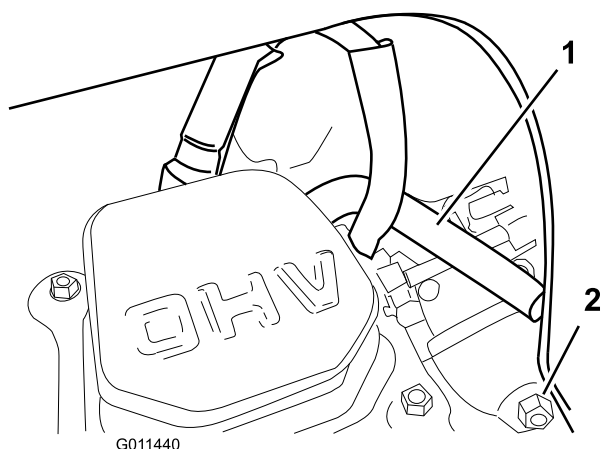

Bild 36
Hinweis: Stellen Sie sicher, dass das Entlüftungsrohr richtig über dem Zündkerzenstecker verlegt ist, wie in Bild 36 abgebildet.
6. Lassen Sie den Kraftstoff im Vergaser über die Vergaserablassschraube (Bild 36) in einen zulässigen Benzinkanister ablaufen.